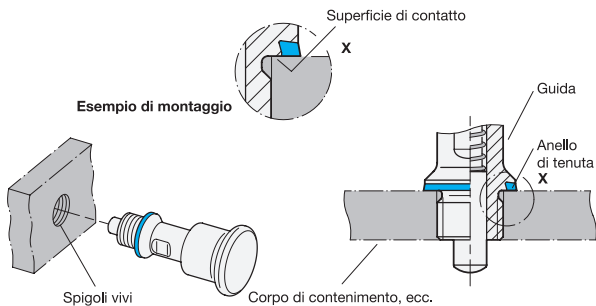

Figura 2
- Il foro di innesto deve essere progettato in modo tale che la spalla metallica all'interno dell'anello di tenuta poggi il più possibile sul sottofondo e consenta il bloccaggio sull'arresto metallico (tolleranza di $+0,05/+0,2$). L'anello di tenuta deve poggiare completamente sul sottofondo (Figura 2).